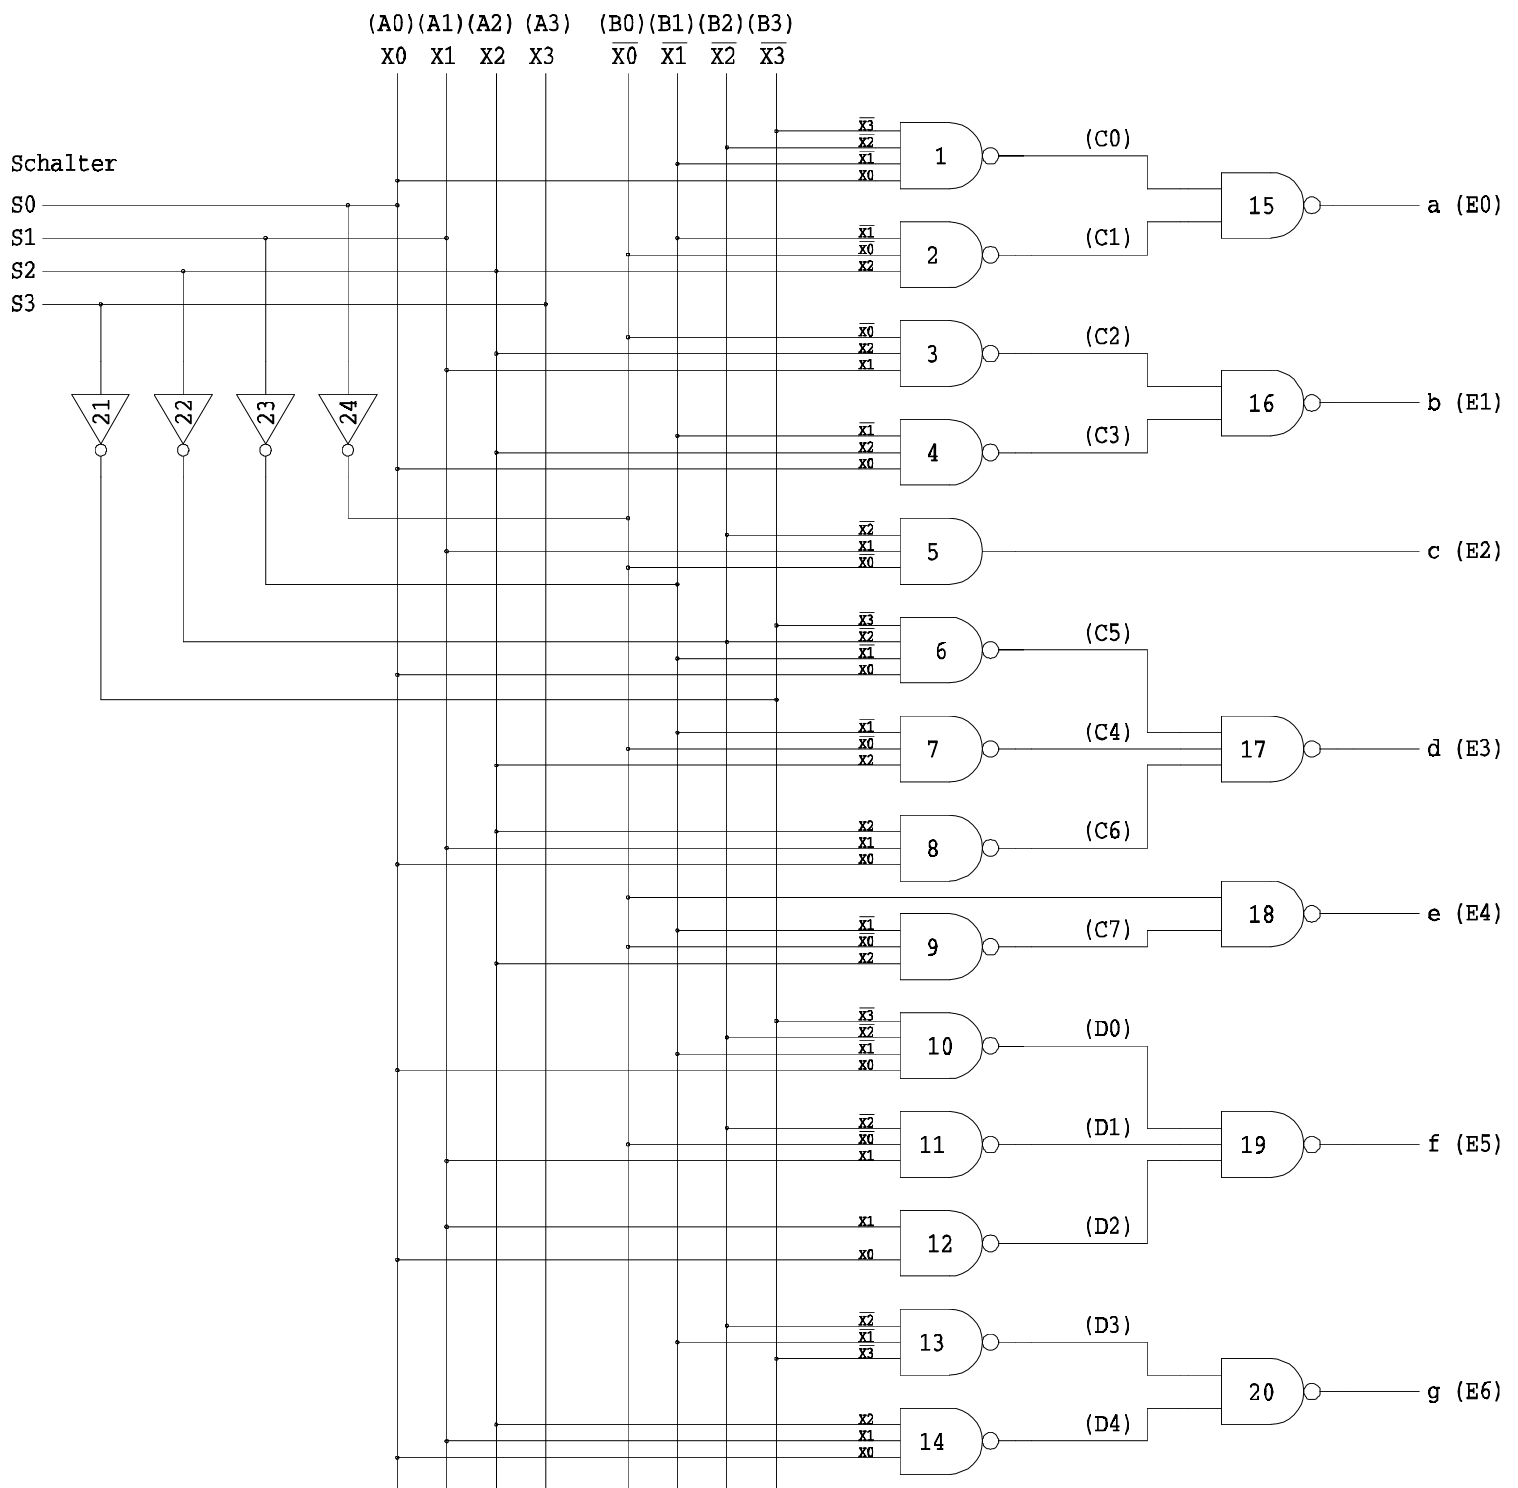

Abbildung 1: Schaltnetz aus Versuchsanordnung
1.3 Beheben Sie die gefundenen Fehler, indem Sie parallel zu den vorhandenen defekten Gattern neue Gatter auf Ihrem Protoboard aufbauen und so den fehlerhaften Teil der Schaltung überbrücken. Ist ein Gatter der 1. Stufe defekt, so ist dieses und das nachgeschaltete Gatter der 2. Stufe zu ersetzen. Sollte sich also z.B. Eingang X0 von Gatter 2 in Bild 1 als fehlerhaft erweisen, so sind Gatter 2 **und** 15 zu ersetzen. Anschluß (C1) darf dabei nicht angeschlossen werden. Der Ausgang der aufgebauten Schaltung wird mit „a“ (E0) verbunden.